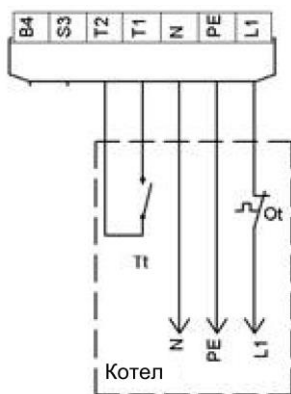

Рисунок 27 Соединение разъема X11
- 1-фазное питание и термостат котла к разъему X11. См. рисунок 27.